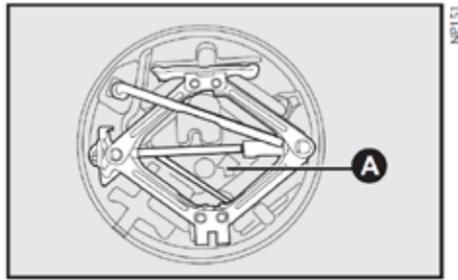

fig. 12
13) Guarde el gato y la llave de rueda en los alojamientos específicos en el soporte fig. 12. El portaherramientas debe ser colocado con la flecha A-fig. 12 apuntada hacia el sentido de marcha del vehículo.